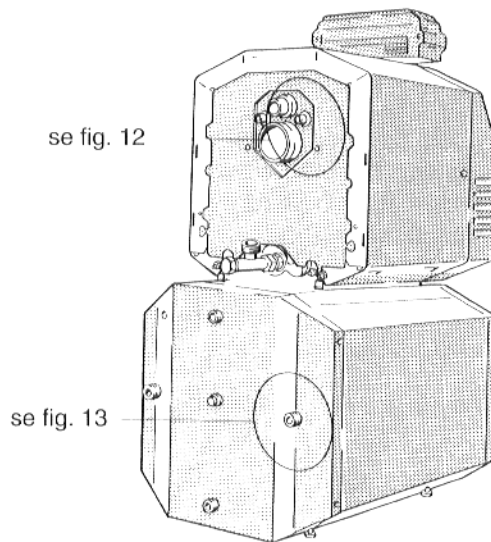
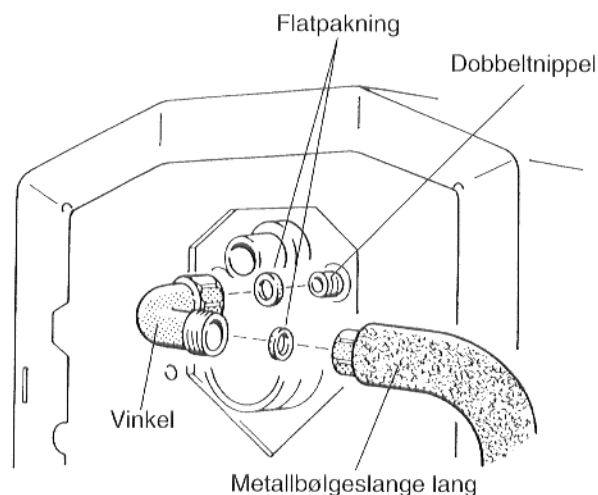
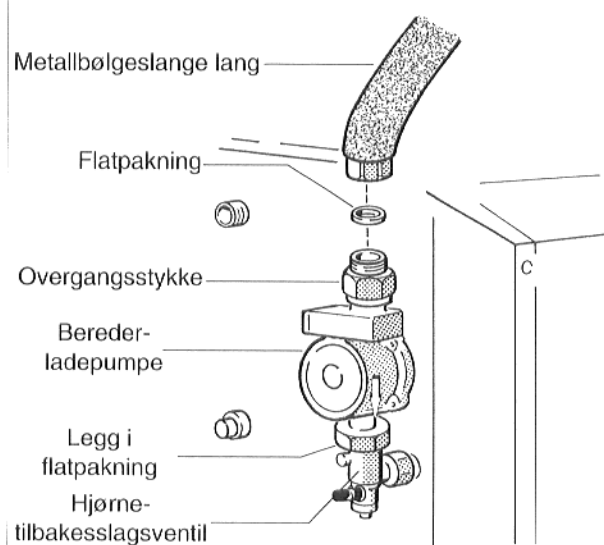

Fig. 11
Fig. 12
Fig. 13
- Legg O-ringen inn i noten til dobbeltnippelen (fig. 11 og fig. 12).
- Skru dobbeltnippelen inn i turkoplingen til varmtvannsberederen på kjelen i henhold til fig. 12 og fig. 11.
- Legg flatpakningen inn i mutteren til den andre vinkelen og skru vinkelen løst sammen med dobbeltnippelen (fig. 12).
- Legg flatpakningen inn i mutteren til hjørne-tilbakeslagsventilen og skru hjørne-tilbakeslagsventilen på berederturledningen (fig. 13 og fig. 11).
- Legg flatpakningen for bereder-ladepumpen (Ø 44 x 28 x 2) inn i øvre mutter til hjørne-tilbakeslagsventilen og skru fast berederladepumpen med transportretning nedover nede på hjørne-tilbakeslagsventilen (fig. 13 og fig. 11).
- Den andre flatpakningen for bereder-ladepumpen (Ø 44 x 28 x 2) legges inn i overgangsstykket og overgangsstykket skrues fast på sugestussen til bereder-ladepumpen (fig. 13 og fig. 11).
- Metallbølgeslangen holdes mellom de to koplingene og formes på forhånd (fig. 11).
- Flatpakningene legges inn i mutrene til metallbølgeslangen og metallbølgeslangen skrues mellom overgangsstykke og vinkel (fig. 11).
- Mutteren til vinkelen trekkes til (fig. 12).